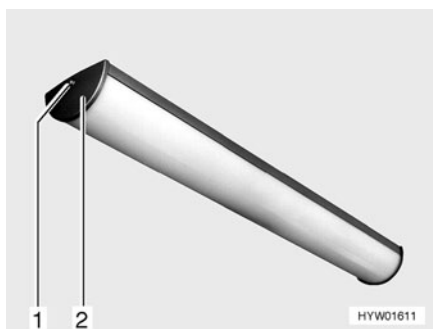

Fig. 205 Lámpara interior
- Extraer el tornillo (Fig. 205,1) y retirar la cubierta (Fig. 205,2).